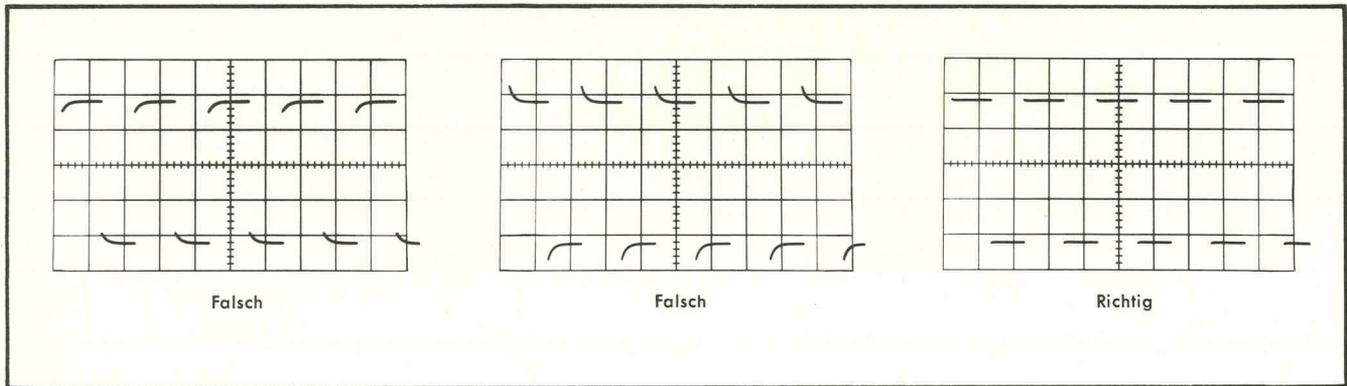

Bild 2-2 Tastkopf-Abgleich-Signale bei Verwendung eines Eichsignals von 1 kHz.
4. Die Tastkopfkompensation wird abgeglichen, um eine beste Wiedergabe des Rechtecksignals, wie es in der Skizze rechts von Bild 2-2 gezeigt wird, zu erhalten.